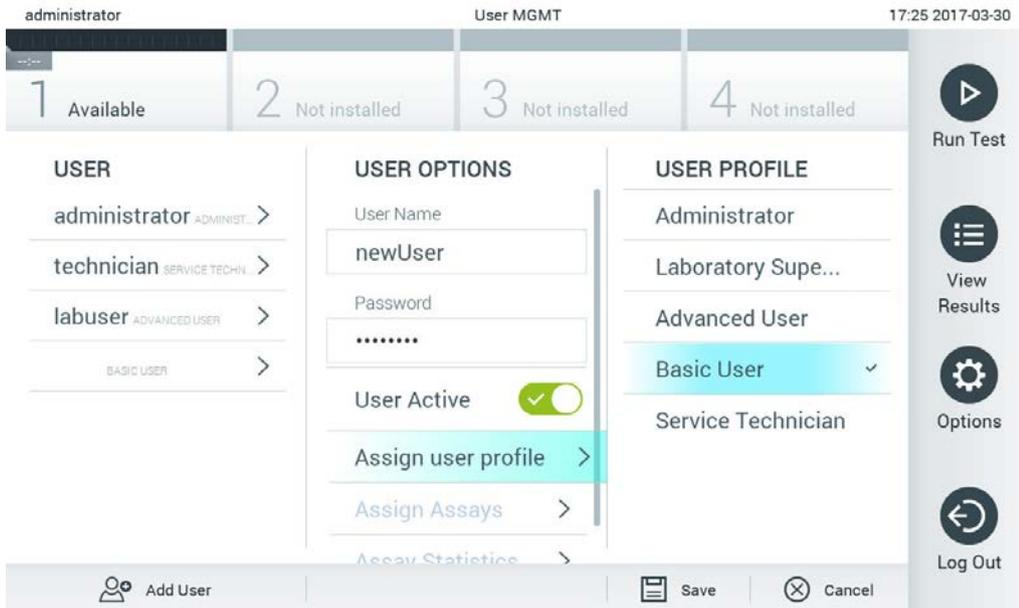

Figure 64. Attribution d'un profil d'utilisateur à un nouvel utilisateur.
- Appuyez sur Assign User Profile (Attribuer le profil d'utilisateur) et attribuez le profil d'utilisateur qui convient (à partir de la liste à droite de la zone de contenu) à l'utilisateur concerné (figure 64, page suivante).